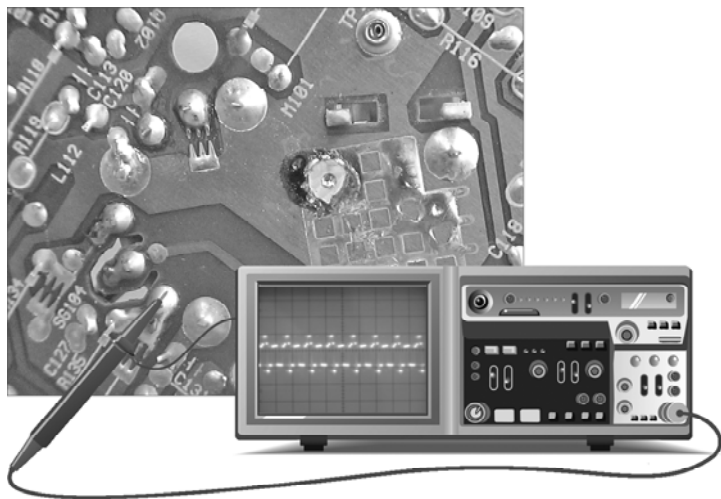

图 2-20 显像管插座 M101③脚 G 信号输入
再检测显像管插座 M101 ③脚的 G 信号输入是否正常, 将示波器的探头放在③脚的焊点上, 正常时应有 G 信号波形, 具体检测方法及正常的信号波形如图 2-20 所示。